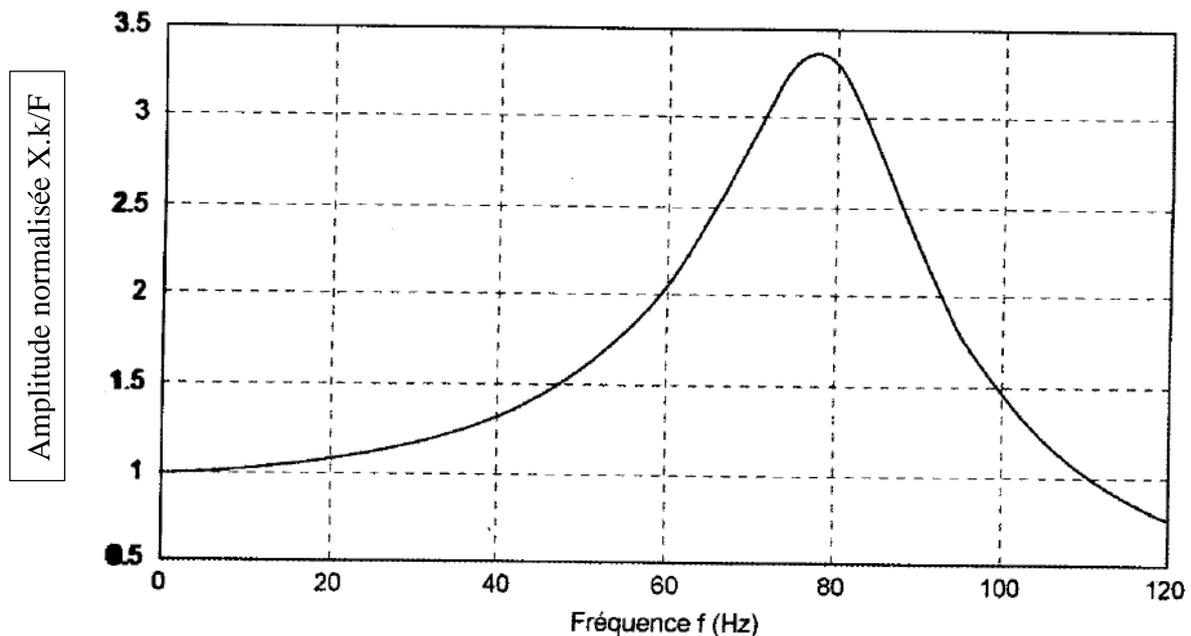

Figure 2 : Amplification dynamique d'une couche de caoutchouc de 1 Kg
Comme vous ne connaissez pas les caractéristiques de raideur et d'amortissement des couches isolantes, vous mesurez la courbe d'amplification normalisée d'une couche de 1 Kg en procédant à un essai d'impact. Le résultat est présenté en Figure 2. Nous considérons que le facteur d'amortissement demeure inchangé quelque soit le nombre de couches utilisées.
2.2.1. Donnez, sous forme d'un schéma et d'une équation de mouvement, le modèle analytique permettant d'extraire les informations pertinentes de la Figure 2.